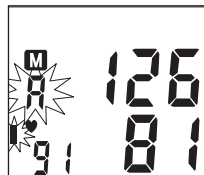

Fig. 2
2. Luego el visor indicará el promedio de las últimas 3 lecturas. Una **A** parpadeante aparecerá en el visor; la barra del indicador de hipertensión también parpadeará, *Fig. 2*.